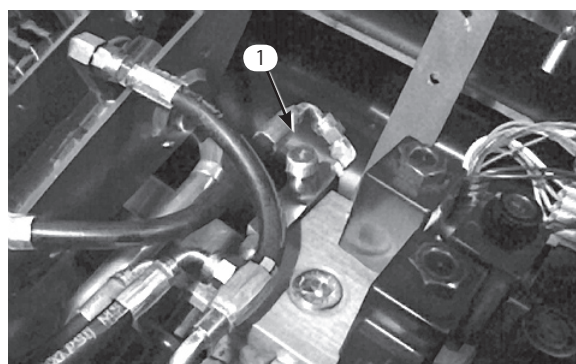

図54
本機のカッティングユニット昇降回路にはフローコントロールバルブ (図54) があります。このバルブは出荷時に約3回転の開度に調整されていますが、作動油温度、作業速度などにより調整が必要になる場合があります。以下の手順で調整します：
1. 運転席を上げ、センター・プルフレーム用フローコントロールバルブ (図54) を露出させる。バルブは油圧マニホールドの隣りにある。